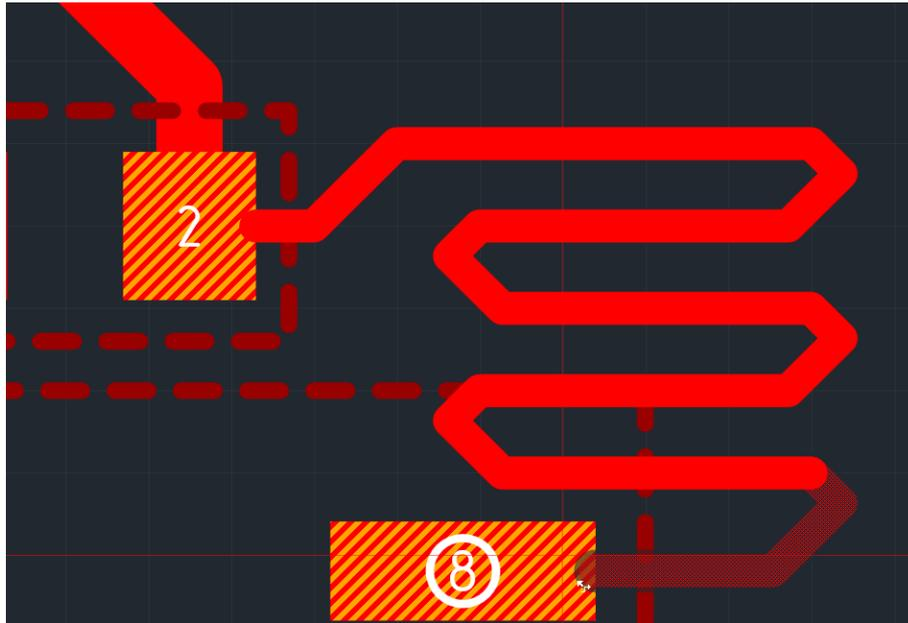

Рис. 40. Трасса с требуемой траекторией
3. Повторяя размещение отдельных участков можно добиться требуемой траектории трассы, см. Рис. 40.